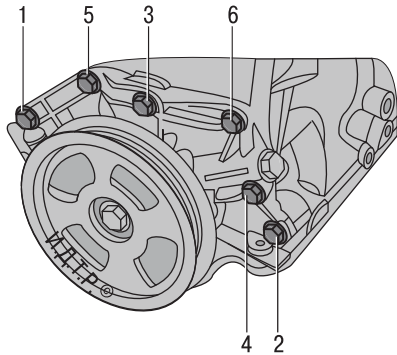

Рис. 5.35. Порядок затяжки болтов крепления масляного насоса
12. Установите новые герметизированные болты в позиции 1 и 3 (рис. 5.35). Затяните болты крепления масляного насоса моментом 20 Н·м.